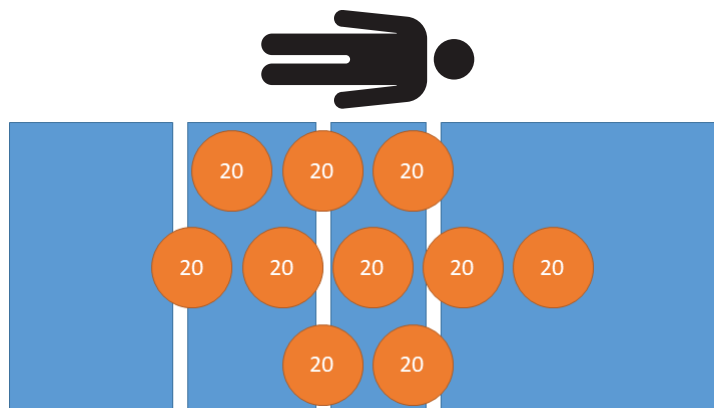

Figura 22 – Ensaio de desempenho de pesagem - 200 kg
5. Utilizando pesos calibrados, coloque 200 kg no produto (Figura 22).
7. Utilizando pesos calibrados, coloque 200 kg no produto (Figura 22).